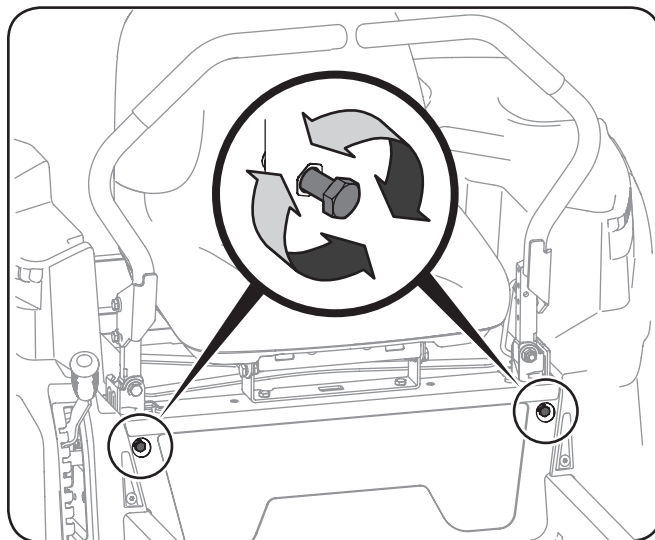

Figure 6-10
2. Repérez les boulons de réglage des barres de conduite à l'avant du châssis du siège. Voir Figure 6-10.